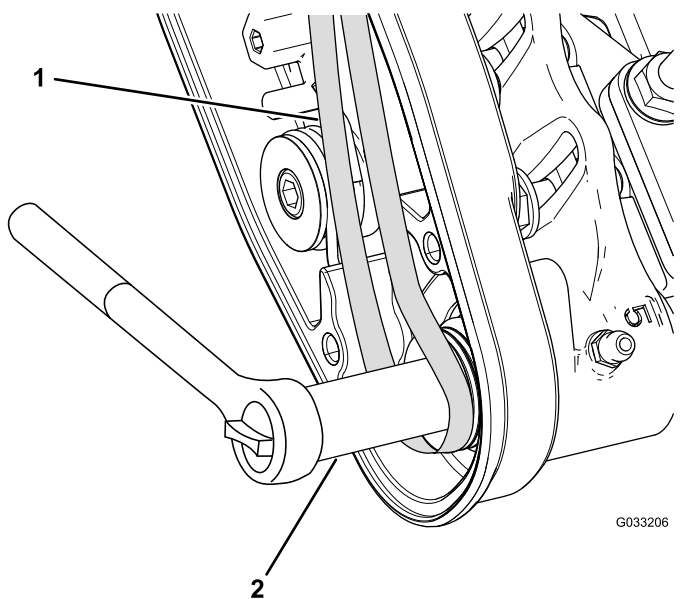

Figura 14
- Avviate la cinghia sulla **puleggia condotta** (Figura 14).
- Utilizzate una chiave a tubo di profondità (9/16") per ruotare il gruppo spazzola e guidare la cinghia sulla puleggia condotta (Figura 14).